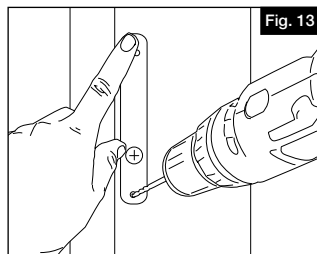

Fig. 13
- 11.** a. Una vez que se hayan instalado las bisagras y el portón esté alineado, coloque la plantilla del cerrojo a la altura deseada en el borde del poste más cercano al portón. Marque y taladre los agujeros con una broca de 5/8" (16 mm) para el agujero central y con una broca de 3/32" (2,4 mm) para los agujeros superior e inferior (Fig. 13).